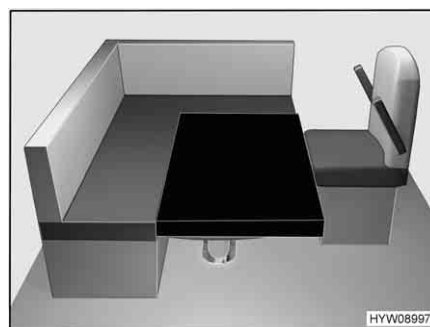

Fig. 87 Dopo la trasformazione
- Posizionare il cuscino aggiuntivo sul tavolo come mostrato in Fig. 87. Gli angoli arrotondati sono indicati in avanti a destra.